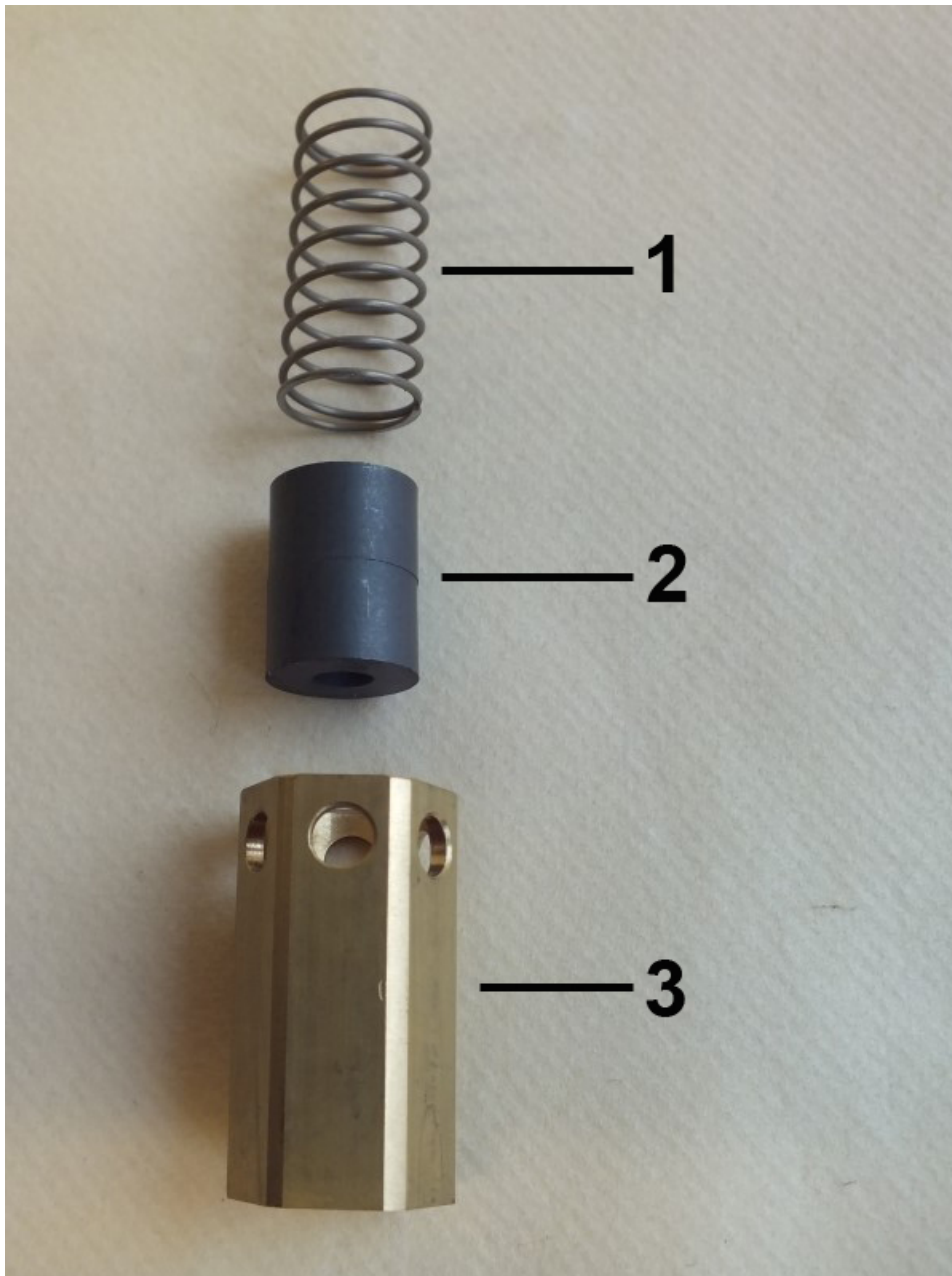

Abb. 26: Feder, Magnete und Schwebekörper
5. ➤ Feder (Abb. 26/1), Magnete (Abb. 26/2) und Schwebekörper (Abb. 26/3) als Innenteile des Strömungswächters